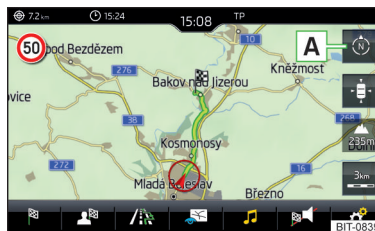

Fig. 197
► Para **cambiar la dirección del mapa**, pulsar en el menú principal Navegación la superficie funcional **A** » fig. 197.